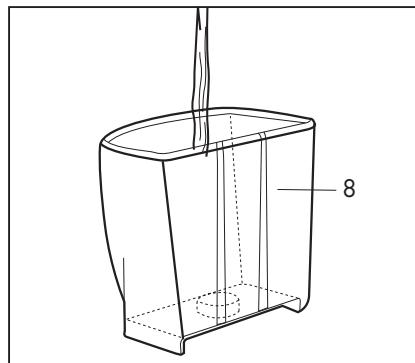

Fig. 2
- Llenar el depósito con agua fresca por un máximo de 2 l. (**Fig.2**)